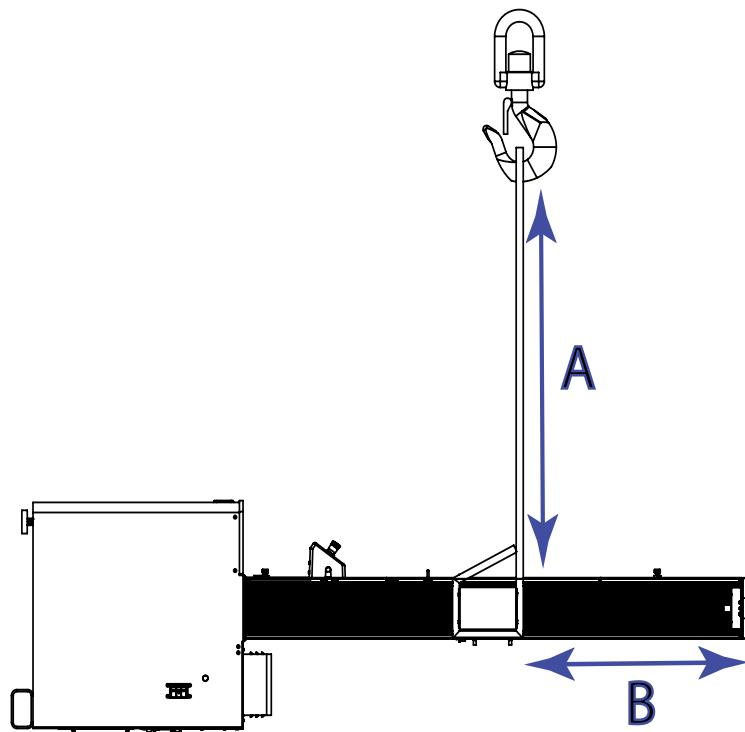

図 23. リフティングスリングの取り付け
2. 80 ページの図 23 に示すように、クロスヘッドにリフティングスリングを2本取り付け、クレーン フックに取り付けます。スリングの代わりにチェーンを使用する場合は、クロスヘッドとトップ プレートに保護材を巻き、傷や擦れから保護してください。
スリングの長さ (80 ページの図 23 の A) は、トップ プレートからの必要な距離 (80 ページの図 23 の B) より長くなければなりません。これにより、吊り上げ中にフックがフレームを傷つけることがなくなります。